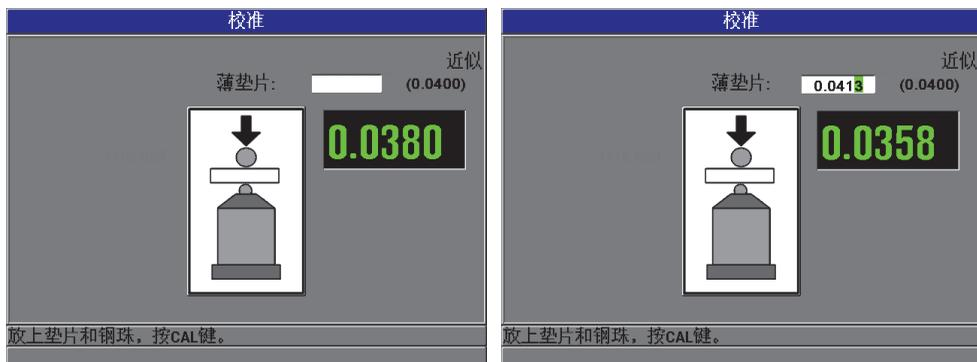

图 4-7 薄垫片校准点
5. **薄垫片点：**仪器会提醒用户将特定的薄校准垫片和目标放在探头尖端上。这个薄校准点的厚度会根据所选的目标滚珠、圆盘或钢线的不同产生变化。屏幕上较低的测量值框中会显示垫片的大约厚度值。按 [校准] 键，将测量值传输到上面的文本框中，然后使用箭头键根据校准垫片的已知厚度修改框中的值，然后按 [校准] 键（参见第 70 页的图 4-7）。